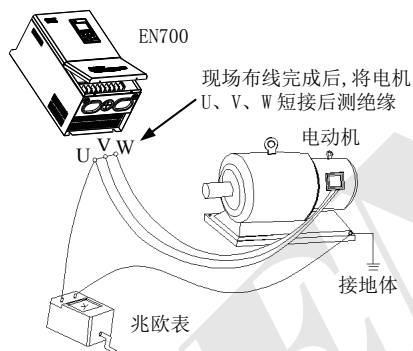

图 1-1 电机绝缘检查示意图
- (1) EN700 系列为电压源型变频器，使用时电机的温升、噪声和振动与工频运行相比较略有增加，属正常现象。试运行，分别在机械无负载和带负载的状态下，使用操作器及钳形电流表对电机电流进行确认。电流大于变频器额定电流的 150% 时，变频器内部的 IGBT 会受到热应力的影响，增加 IGBT 的热疲劳程度。如果没有特别的低噪音要求，可将变频器的载波频率降低到 2~3KHz；另外，可通过降低负载、延长加减速时间、将变频器容量提高一级等手段，将电流降低到 150% 以下。
- (2) 如果需要以低速恒转矩长期运行，必须选用变频电机。若使用一般的异步交流电机低速运行时，应监控电机温度或采取强制散热措施，以防烧毁电机。通过变频器驱动的电机的起动、加速特性受到接入的变频器的过载能力的制约。与通过工业电源起动相比，通常转矩特性值较小。需要较大起动转矩时，请选择更高一级容量的变频器，或同时提高电机和变频器的容量。
- (3) 减速箱及齿轮等需要润滑的机械装置在长期低速运行时，可能由于润滑效果变差造成损坏，请事先采取必要措施。
- (4) 若超过电机额定频率运行时，除了考虑电机的振动、噪音增大外，还必须确保电机轴承及机械装置的使用速度范围，请务必事先确认。
- (5) 对于提升设备和大惯性之类的负载，变频器可能会因产生 FCL 动作或过压故障而跳闸，为保证正常工作，应考虑选配适当的制动组件。
- (6) 应通过端子或其它正常的命令通道对变频器进行起停控制。严禁在变频器输入侧使用接触器等强电开关直接频繁起停操作，否则会造成设备损坏。
- (7) 如果需要在变频器输出和电机之间安装接触器等开关器件，请确保变频器在无输出时进行通断操作，否则可能会损坏变频器。
- (8) 变频器在一定的输出频率范围内，可能会遇到负载装置的机械共振点，可设置跳跃频率来避开。
- (9) 使用前，应确认电源电压在允许的工作电压范围之内，否则应做变压处理或订购特种变频器。
- (10) 电机在首次使用或长时间放置后再使用之前，应做电机绝缘检查。请使用 500V 电压型兆欧表按图 1-1 所示进行检查，绝缘电阻不得小于 5 MΩ，否则有损坏变频器的可能。